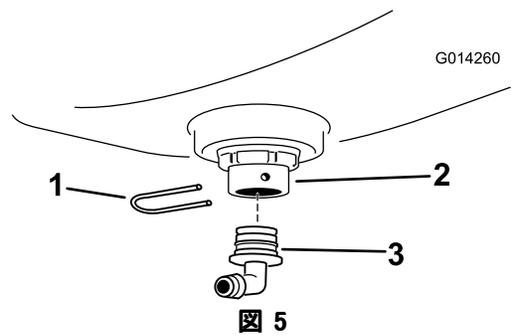

図 5
4. バルクヘッド・フィッティングに 90 度フィッティングを取り付け、リテーナ・フォークで固定する (図 5)。フィッティングを回して後ろ向きにする。